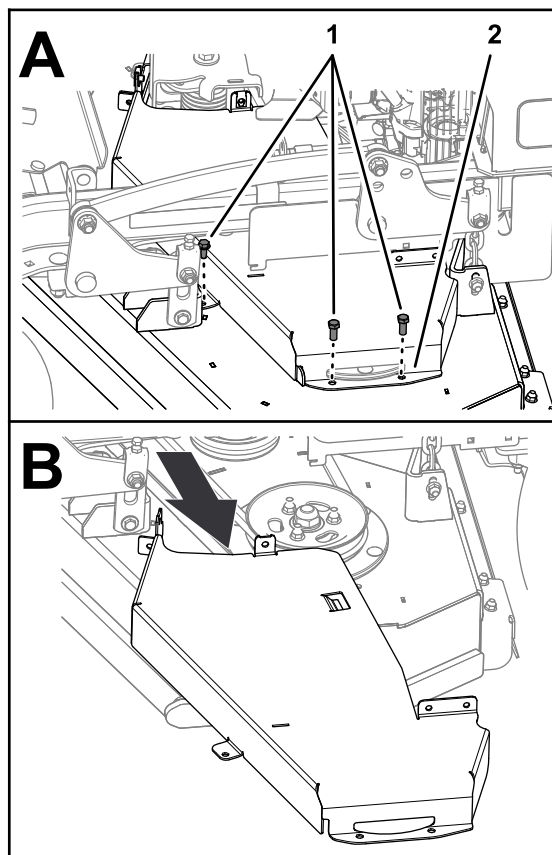

Figura 8
4. Retire los 3 pernos que fijan la cubierta de la correa izquierda a la carcasa, y retire la cubierta (Figura 8).